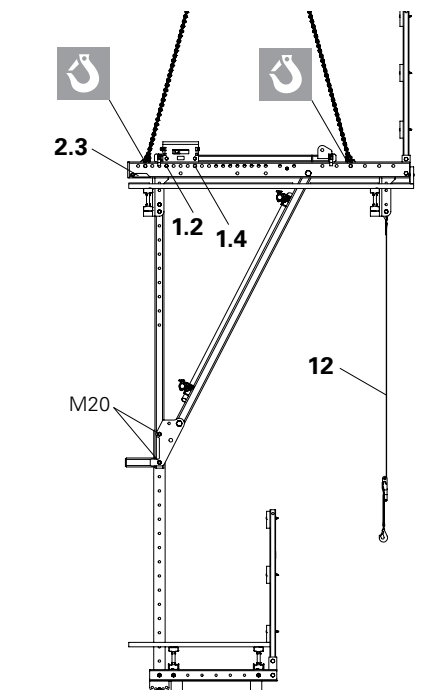

Fig. A6.02
1. Rimuovere la cinghia di sicurezza (12).
- (Fig. A6.02)